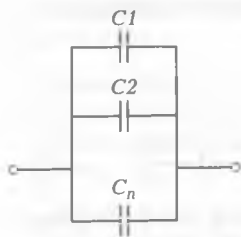

Рис. 1.8. Схема параллельного соединения конденсаторов
**Параллельное соединение конденсаторов.** Схема параллельного соединения конденсаторов приведена на рис. 1.8.